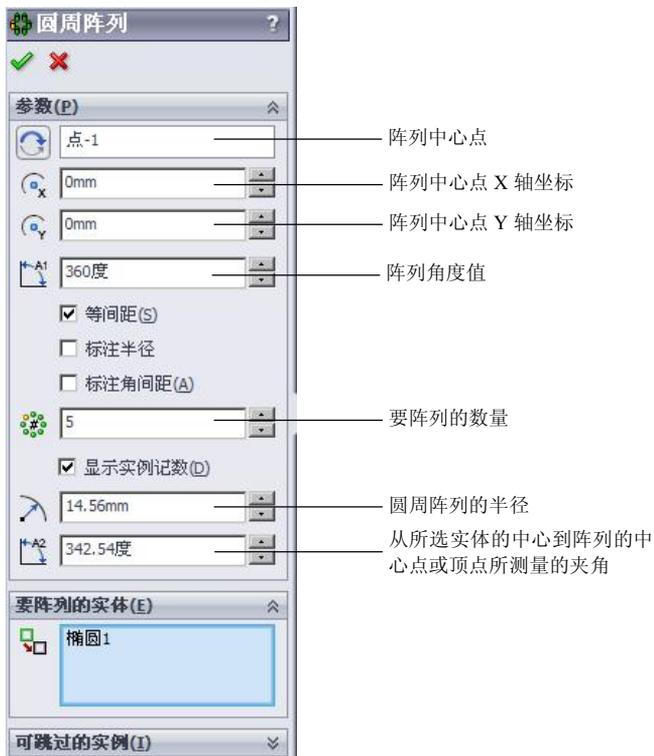

图 1.4.4 “圆周阵列”对话框
Step2. 选择命令。选择下拉菜单 **工具(T)** → **草图工具(T)** → **圆周阵列(C)...** 命令，系统弹出图 1.4.4 所示的“圆周阵列”对话框。